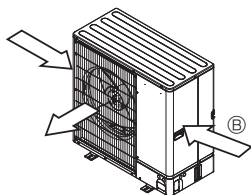

Fig. 2-6
③ Ha megoldható, állítsa úgy az egységet, hogy a levegőkiáramló nyílás merőleges legyen a szokványos szélirányra. (Fig. 2-6)